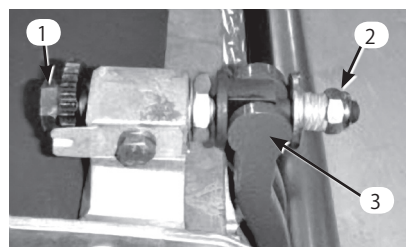

図17
1. ベッド・バー調整ネジ (図17) を左に回してベッドナイフとリールの接触をなくす。
2. スプリング・テンション・ナットをゆるめて、ワッシャがベッド・バーにまったく押し付けられていない状態にする (図17)。